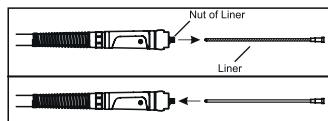

Figura 9: Remover A Bicha E Inserir Nova
- Desaperte a porca da bicha que se encontra no lado do conector da tocha e remova a bicha existente. Depois de inserir a nova bicha, aperte firmemente a porca (Figura 9).